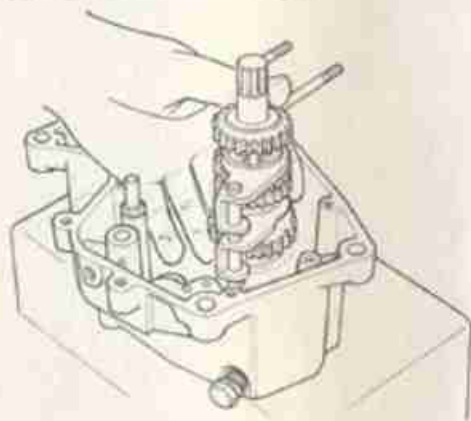

FIG. 36
- 2) **INFILARE** la rondella di rasamento di spessore 0,6 mm. sull'albero secondario avendo cura di mettere un po' di grasso per farla rimanere aderente all'ingranaggio della 1a velocità, montare quindi le forchette nei rispettivi scorrevoli e infilare l'albero secondario completo di forchette nella rispettiva sede e perni di guida (fig. 36).